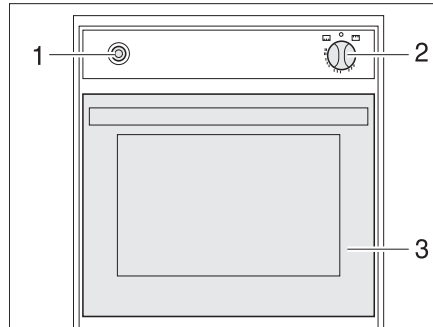

Fig. 136 Forno a gas
- Aprire completamente lo sportello del forno (Fig. 136,3).
- Premere leggermente il pomello girevole (Fig. 136,2) e ruotarlo in posizione "🔥" (forno).
- Premere il pomello girevole (Fig. 136,2) e tenerlo premuto per 5-10 secondi. Il gas fluisce verso il bruciatore.
- Premere l'interruttore di accensione (Fig. 136,1) finché la fiamma non brucia.
- Ruotare il pomello girevole (Fig. 136,2) su "0". La fiamma si spegne.